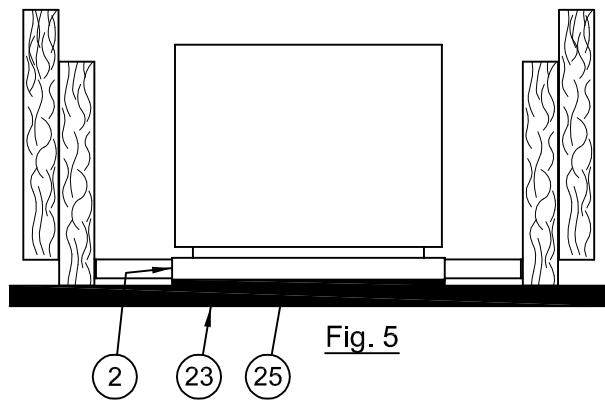

Fig. 5
- 9.- If steel furring channels are used in the ceiling, Plaster Frame (2) must be lowered until Gasket (25) contacts Ceiling (23) as shown in Fig. 5.
- 9.- Si se usan los travesaños de acero en el cieloraso, el armazón enyesado (2) se debe bajar hasta que la junta (25) entre en contacto con el cieloraso (23) como se muestra en la Fig. 5.
- 9.- Quand des lambourdes en acier s'utilisent au plafond, le cadre en plâtre (2) doit être abaissé jusqu'à ce que le joint (25) contacte le plafond (23) selon Fig. 5.